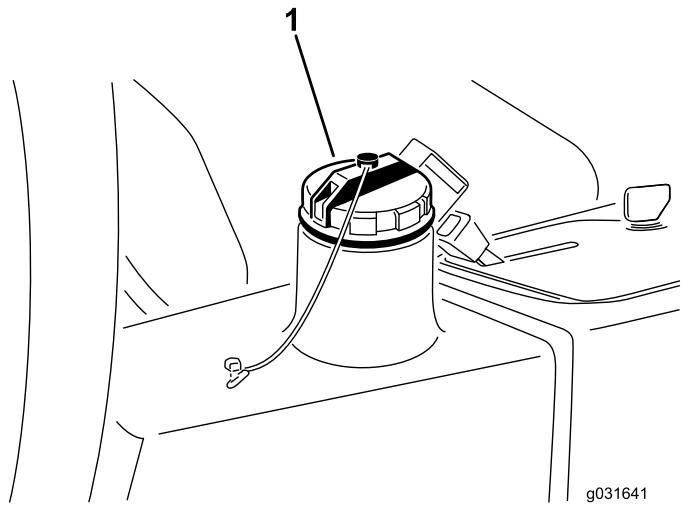

Рисунок 67
- Залейте в бак (Рисунок 67) приблизительно 13,2 литра гидравлической жидкости; см. разделы Характеристики гидравлической жидкости \(страница 59\) и Проверка уровня гидравлической жидкости \(страница 60\).